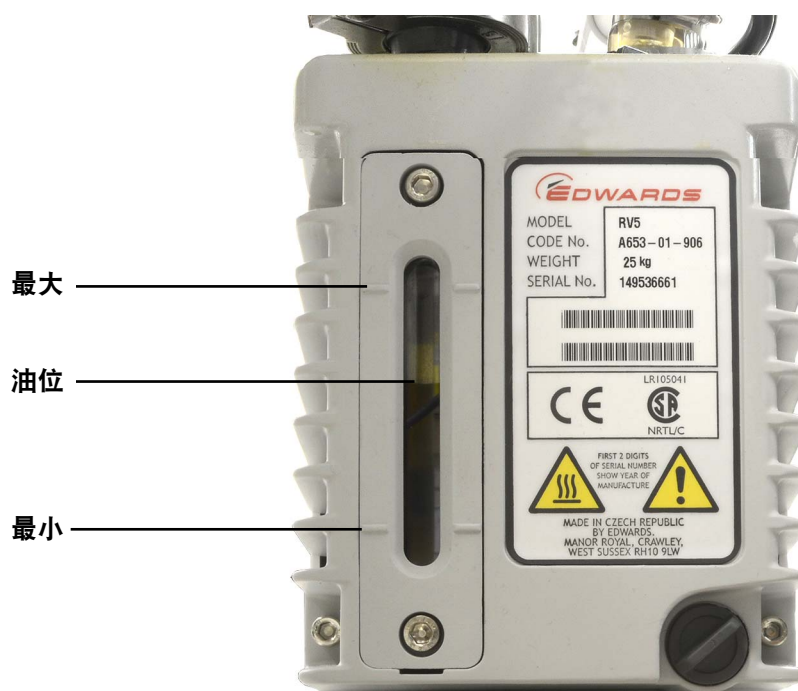

图 16 检查油位
- 4 添加新泵油，直到油位接近但不超过油位窗口旁的最大值标记。请参阅第 77 页上的图 16。
- 6 添加新泵油，直到油位接近但不超过油位窗口旁的最大值标记。请参阅第 77 页上的图 16。